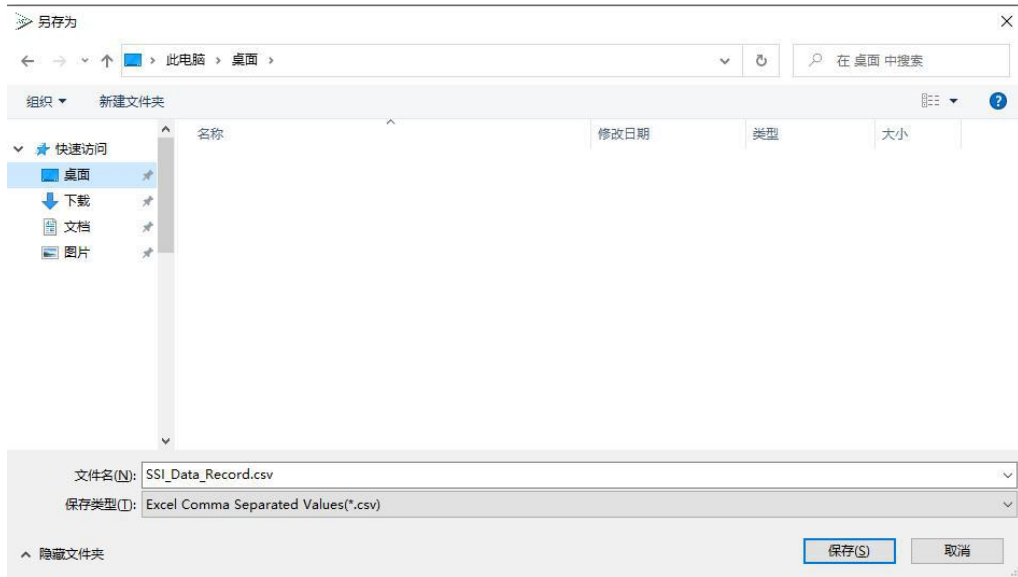

图 47. 数据文件保存窗口
2. 点击“Save Data”弹出图 47 文件保存窗口，此时可修改文件名称和保存路径，点击“保存”按钮保存文件。